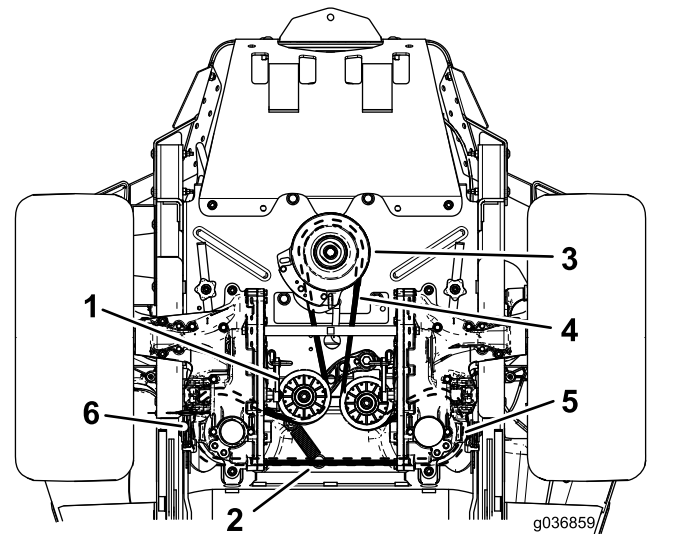

Рисунок 65
6. Зніміть пружину натяжного валу з місця посадки (Рисунок 65).
8. Встановіть новий ремень навколо шківа двигуна та 2 шківів гідралічного насоса (Рисунок 65).